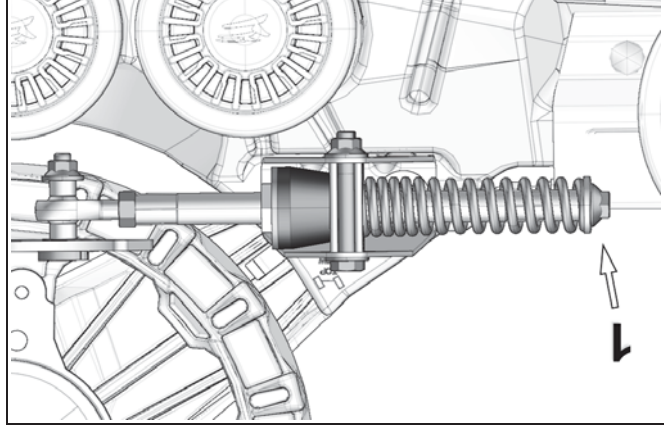

Figure 9
- Vérifier que le boulon du ressort (1) est serré au couple recommandé [40 N•m] et que les composantes du bras stabilisateur sont dans le bon ordre. Voir la Figure 9.